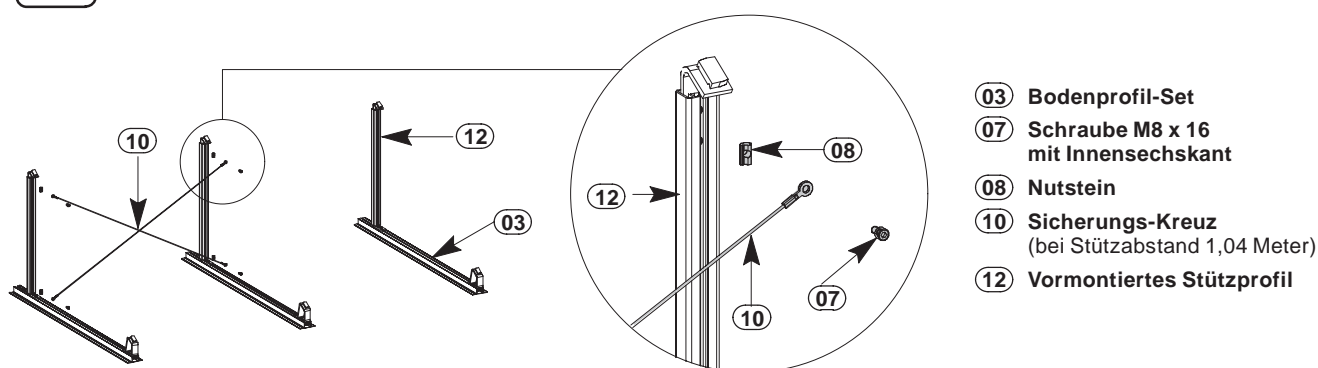

Abbildung 5: Befestigung des Sicherungs-Kreuzes
1.) Nutsteine - gemäß Abbildung 5 - zwischen die vormontierten Schrauben der Stützprofile einrasten.
2.) Stützprofile mittels Sicherungs-Kreuz (10) mit Schrauben sichern.